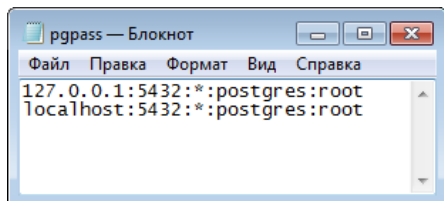

Рисунок 8.26 — Файл с паролем доступа к базе данных PostgreSQL-9.3
1. Откройте для редактирования файл C:\Users\<имя_пользователя>\AppData\Roaming\postgresql\pgpass.conf (см. рисунок 8.26).